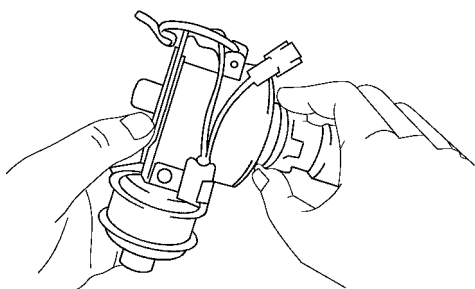

图 5-17 拆下 O 形密封圈、转子和密封垫
(1) 拆下 O 形密封圈, 转子和密封垫片, 如图 5-17 所示。